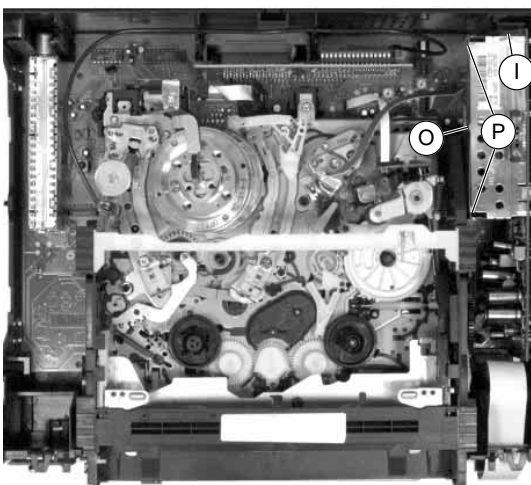

Fig. 9
- Rastnase (I) (Fig. 9) lösen und Netzteil mit Chassisplatte vorsichtig etwas anheben.
- Disengage the locking lug (I) (Fig. 9) and lift the Power Supply Board together with the Family Board carefully by a small amount.
- Stege (O) / (P) (Fig. 9) durchtrennen.
- Cut the bridges (O) / (P) (Fig. 9).